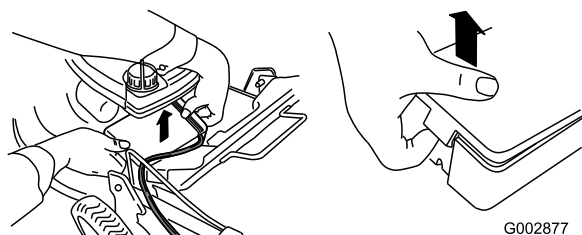

Figura 7
1. Sbloccate il coperchio della batteria da ambo i lati e toglietelo (Figura 7).